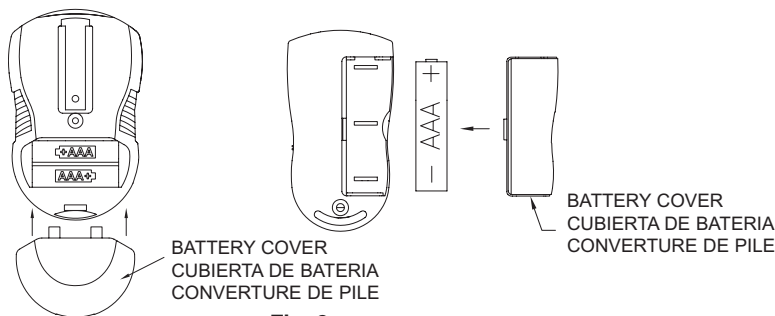

Fig. 2
Étape 5-1 Remplacement de pile **Fig. 2**
Paso 5-1 Reemplazo de batería **Fig. 2**
Step 5-1 Battery replacement **Fig. 2**